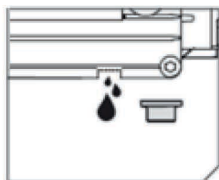

Рис. 15
3. Открутите сливную пробку помпы и слейте отработанное масло в заранее подготовленную ёмкость (рис. 15)